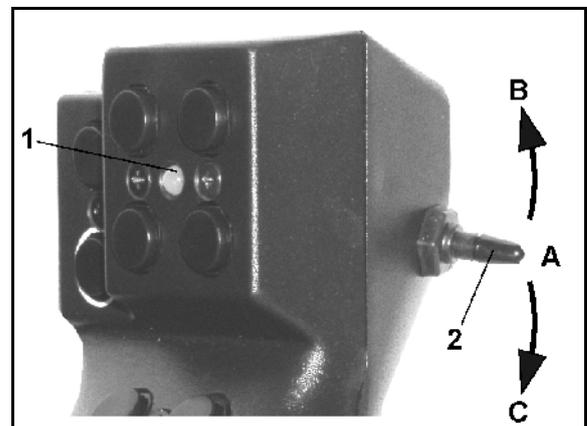

図 55
付いています。さらにボタンの割り当ては、スイッチ (図 55/2) を使って 3 段階で切り替え可能です。
-  中央位置 (図 55/A)。
-  上 (図 55/B) または
-  下 (図 55/C)
スイッチの位置はLED (図 55/1) で表示されます。